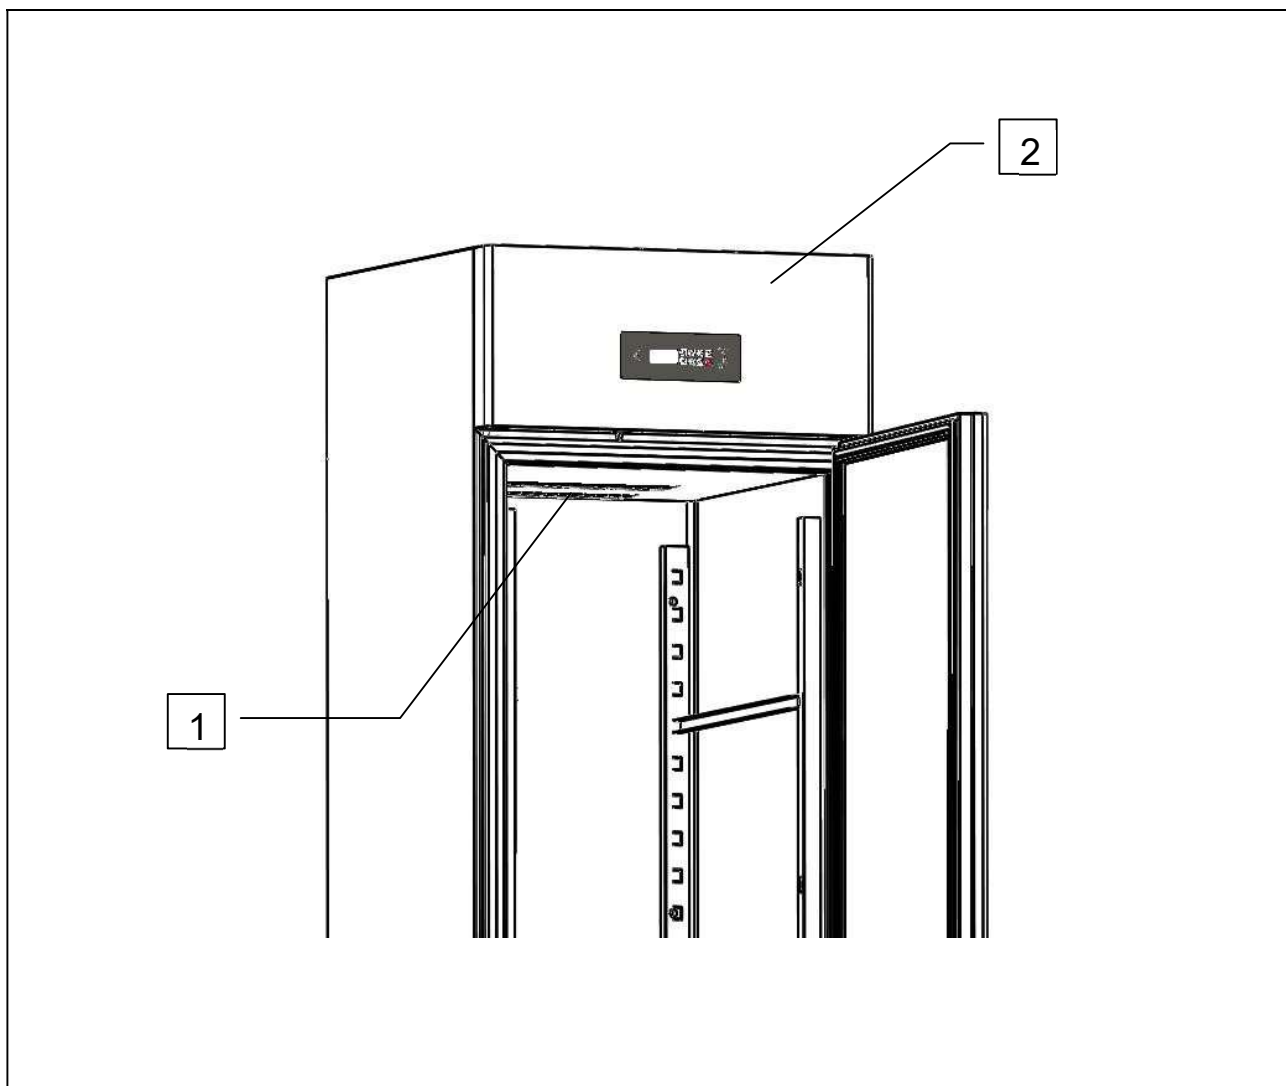

Fig. 5
- Skydds galler för kondensorn (ref. 1, fig.5);
- Front panel, för skydd enhetens kyl fläkt (ref. 2, fig. 5).